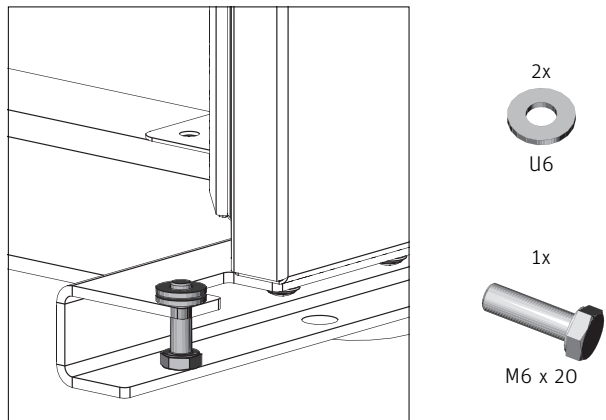

Fig. 76 Sechskantschraube ca. 5 mm einschrauben und 2 U-Scheiben auflegen
- ▶ Sechskantschraube M6x20 in Türlager unten ca. 5 mm einschrauben und 2 Stk. U-Scheiben U6 auflegen – Fig. 76.